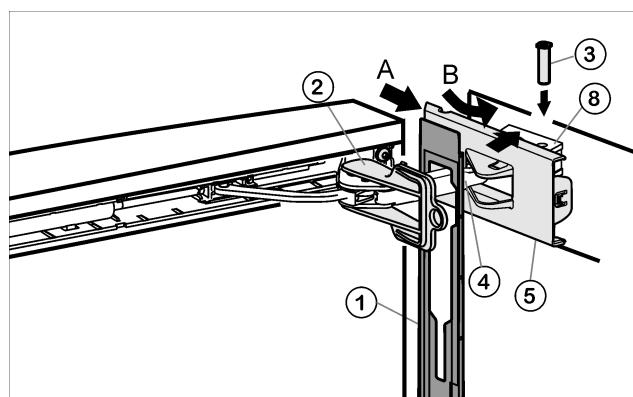

Fig. 18
- Suspenda el panel Fig. 18 (1) en el estribo del amortiguador Fig. 18 (4), de modo que los ganchos de retención estén orientados hacia dentro y el lado delantero esté orientado hacia al aparato.
- Desplace la cubierta Fig. 18 (5) desde la parte exterior (A) y vírela a través de la pieza de cojinete Fig. 18 (8) (B).
- Coloque la cubierta Fig. 18 (5) y encájela hasta el primer enganche.
- Acerque el estribo del amortiguador Fig. 18 (4) a la pieza de cojinete e introduzca el perno Fig. 18 (3) desde arriba, de modo que el cuadrado esté en la parte hundida.
- Encaje ahora la cubierta Fig. 18 (5) por completo en la pieza de cojinete Fig. 18 (8).
- Retire el seguro Fig. 18 (2) girándolo.
- Encaje el panel Fig. 18 (1) en la puerta.